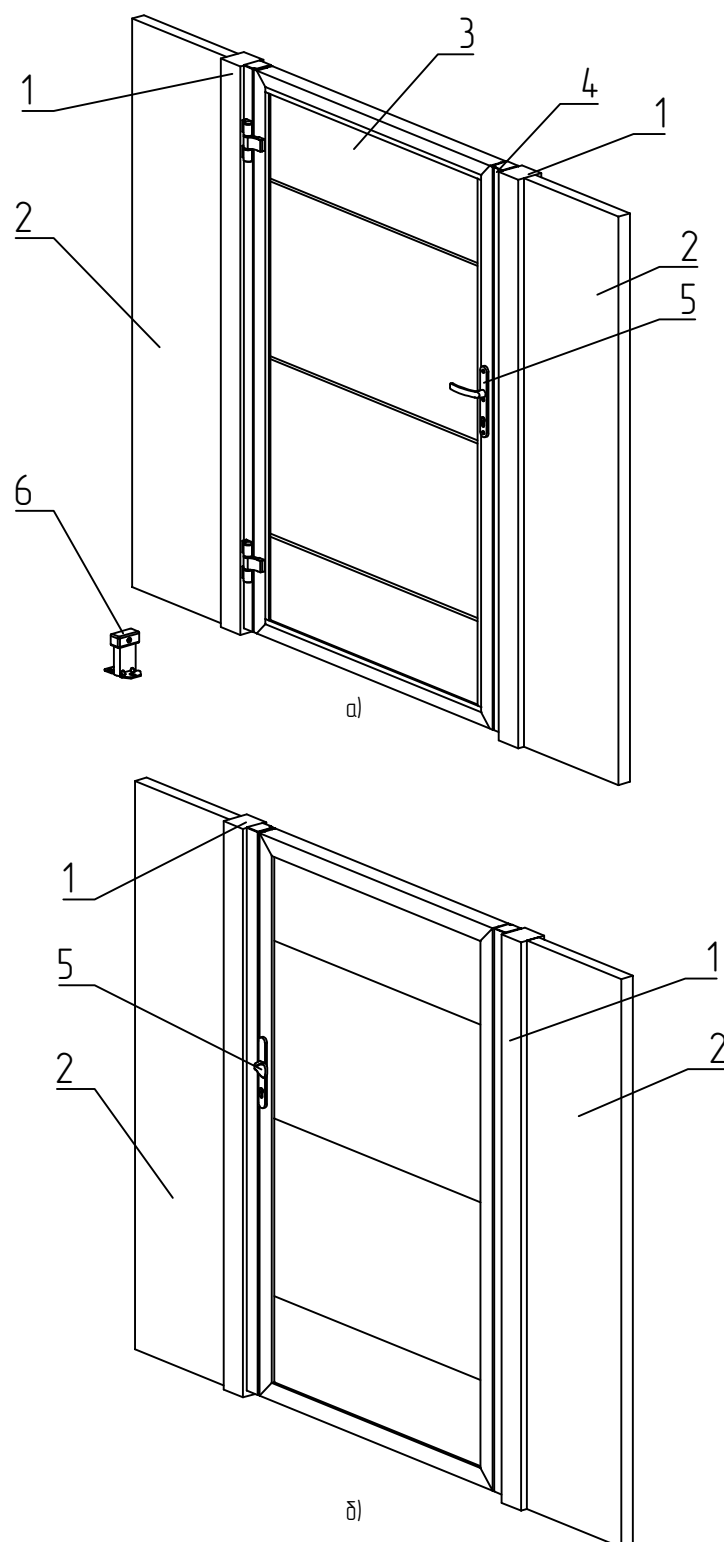

Рис. 7.6.1 – Калитка со встроенным монтажом, направлением открывания влево, внутрь с горизонтальным заполнением сэндвич-панелью:
- калитки со встроеным типом монтажа с открыванием внутрь (рис. 7.6.1, 7.6.2; 7.6.7);
- калитки с открыванием влево (рис. 7.6.1, 7.6.3, 7.6.5);
Типовые конструкции калиток изображены на рис. 7.6.1–7.6.7. Заполнения могут быть любыми по желанию заказчика. Створка калитки 3 крепится к столбу проема 1, ко второму столбу проема крепится столб притвор 4, в который устанавливается автоматическая защелка либо ответная планка замка. Комплект ручек 5 выбирается исходя из типа монтажа, направления и вида открывания, а также наличия либо отсутствия автоматической защелки. Упор 6 предназначен для ограничения движения створки калитки в открытом состоянии.